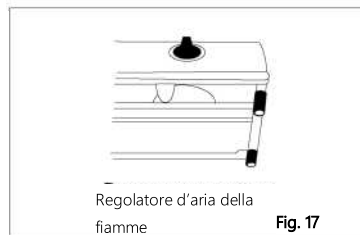

Fig. 17
- una volta acceso il gas, ruotare leggermente questo regolatore finché non appare una piccola fiamma blu (Fig. 17, 18, 19)